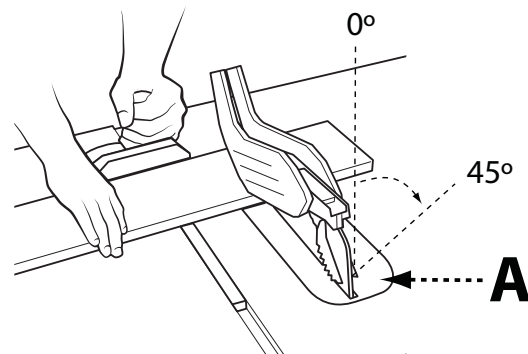

FIGURE 16
La coupe transversale en biseau est identique à la coupe transversale simple, sauf que l'angle de biseau (A) est réglé sur un angle autre que 90° . Lors d'une coupe transversale en biseau, placez le guide à onglets dans la fente droite de sorte que la lame soit inclinée à l'écart du guide et des mains. Voir Figure 16.